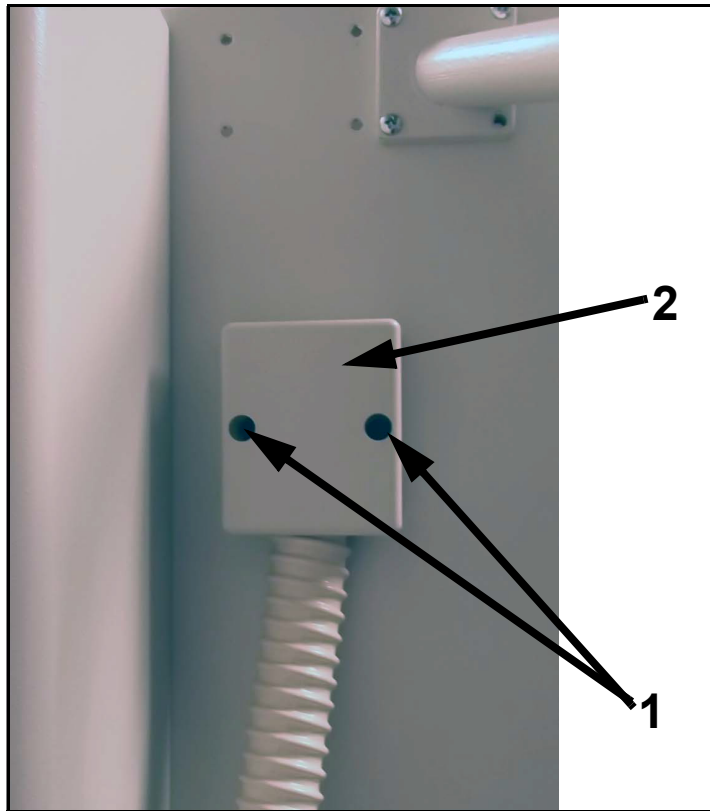

Figure 5-17. Conduit Box Removal
- 20** Unscrew the conduit box screws (1 in Figure 5-17) and remove the conduit box (2).